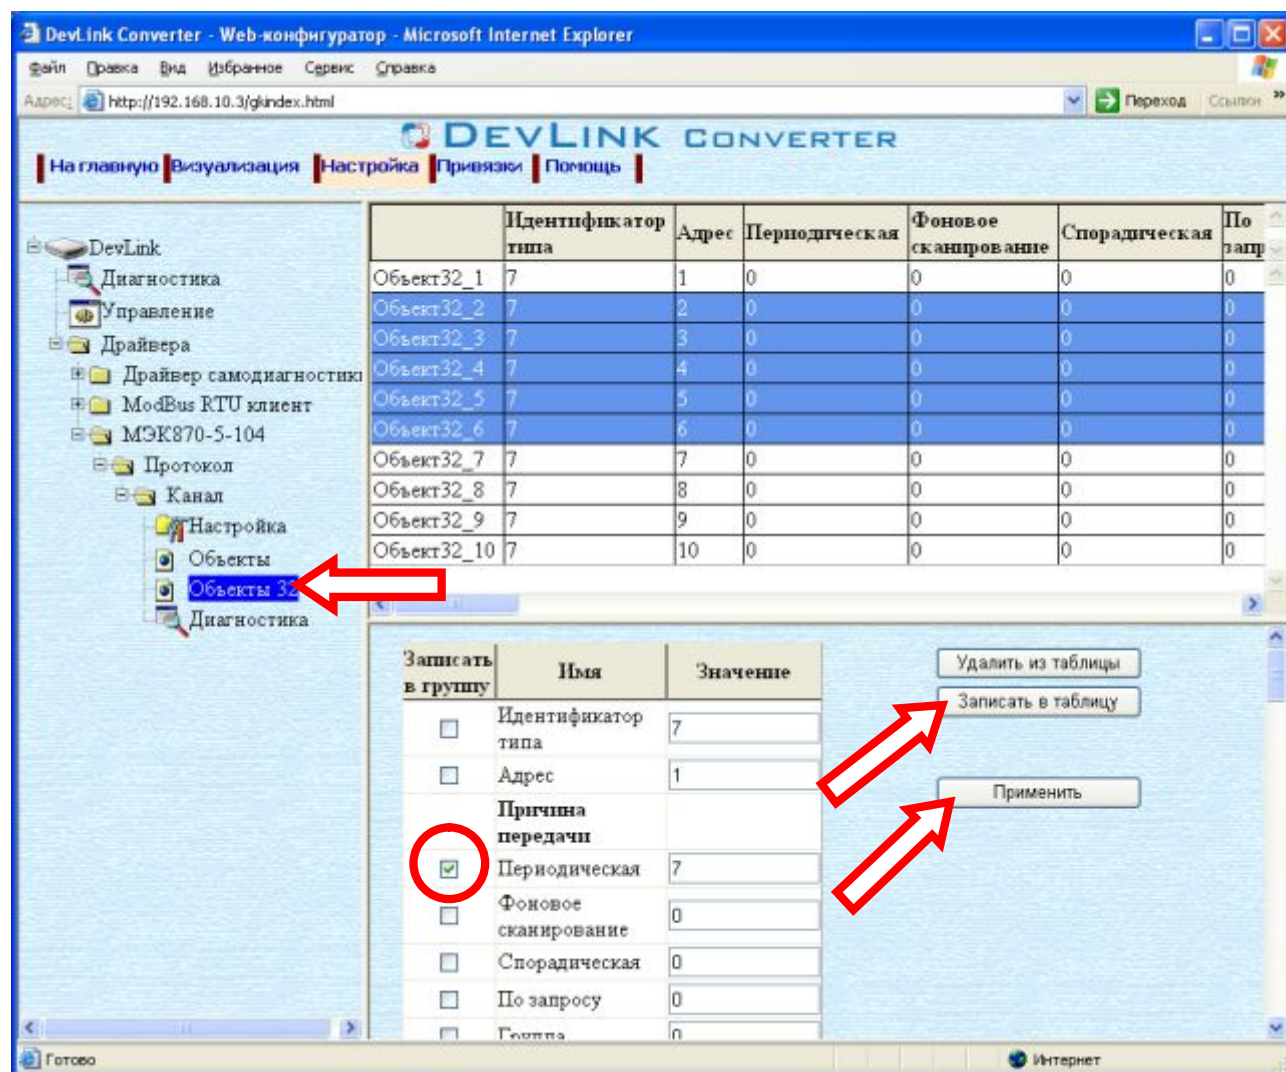

Рисунок 3.6 - Настройка объекта информации Строка 32 бита
Параметр настройки объекта информации (рисунок 3.6):
- Выберите в дереве лист «Объекты 32» (рисунок 3.6). В результате в верхней части правого фрейма конфигуратора появится таблица, содержащая список существующих объектов и в нижней части – соответствующие элементы управления.